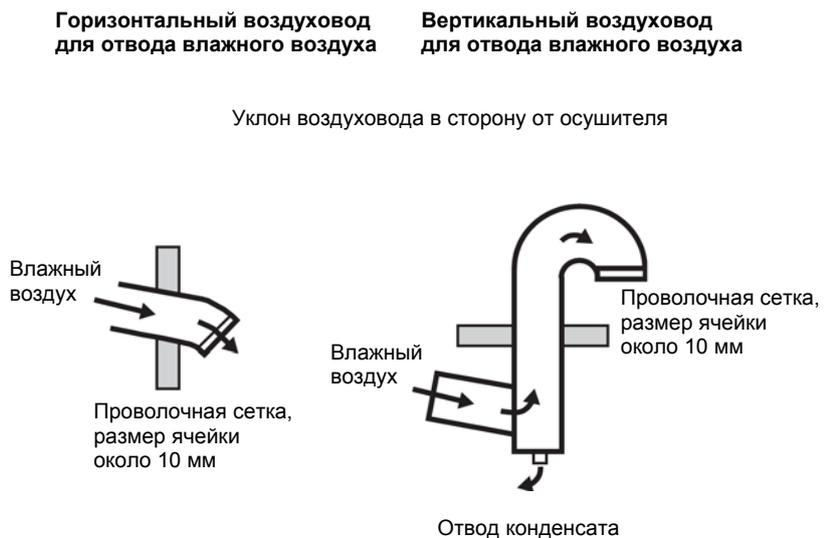

Рисунок 2.2 Конструкция воздуховода для отвода влажного воздуха
- Горизонтальные воздуховоды должны устанавливаться с наклоном вниз (в сторону от осушителя), что обеспечивает стекание конденсата. В нижних точках выпускного воздуховода влажного воздуха должны быть предусмотрены дренажные отверстия для отвода конденсата. См. рисунок 2.2 "Конструкция воздуховода для отвода влажного воздуха".
Горизонтальные воздуховоды должны устанавливаться с наклоном вниз (в сторону от осушителя), что обеспечивает стекание конденсата. Уклон воздуховода должен быть не менее 2 см на метр. Кроме того, чтобы предотвратить накопление воды в воздуховоде, в его нижних точках необходимо предусмотреть дренажные отверстия диаметром 5 мм (см. рисунок 2.2 "Конструкция воздуховода для отвода влажного воздуха").